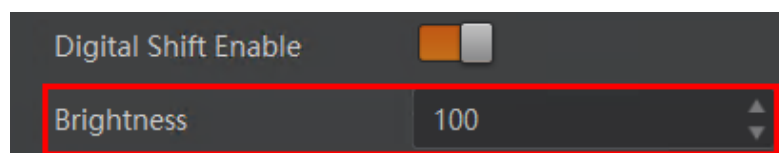

图7-29 亮度设置
2. 通过 *Analog Control* 属性下的 *Brightness* 参数进行设置，如图 7-29 所示。亮度参数范围为 0~255。